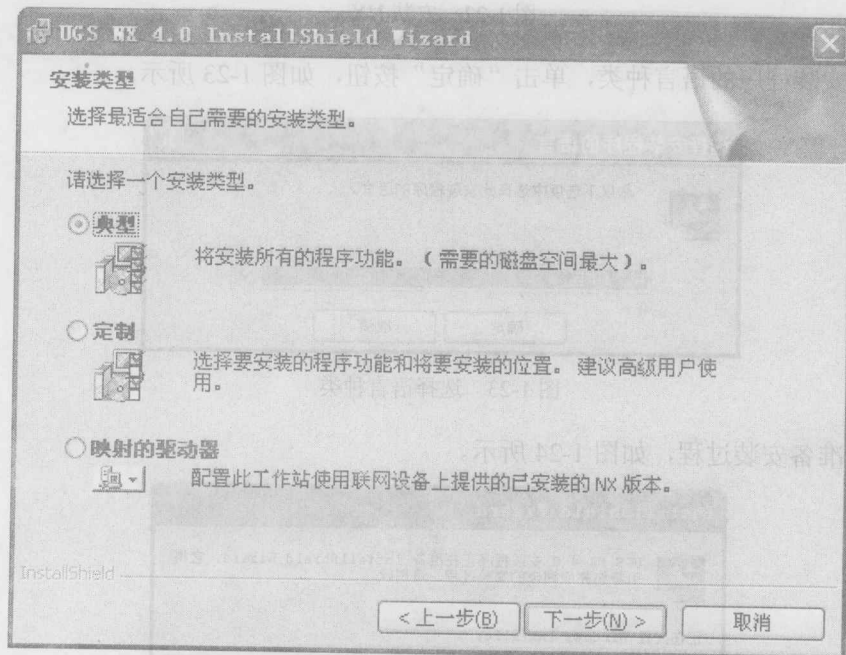

图 1-26 安装类型的选择
(5) 如图 1-26 所示，选择程序的安装类型，默认的设置为“典型”，单击“下一步”按钮。